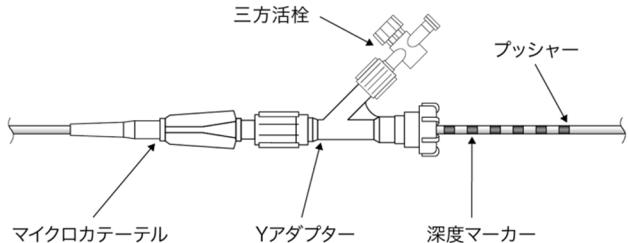

図2. 深度マーカーの到達状態概略図
本品の深度マーカーは、有効長150cmのマイクロカテーテルとの併用を意図して設計されている。深度マーカーは、有効長150cmのマイクロカテーテルに本品を挿入していく際、マイクロカテーテルに接続したYアダプターの手元側に深度マーカーが到達した状態（図2）で、マイクロカテーテルの先端から白金コイル先端が出ない位置を示している。
① 本品を破損させないようにシースをケースからゆっくり引き出す。
② 本品を挿入する前に、シースを透かしてプッシャーと白金コイルが直接触れていないことを確認する。
③ 本品挿入のためにアダプターのリングを緩める。
④ シース先端を破損させないように注意しながらしっかりとマイクロカテーテルのポートに突き当て、白金コイル及びプッシャーを変形させない様に、ゆっくりとプッシャーを押して本品をマイクロカテーテル内に挿入する。[シース先端を破損せり突き当てが不十分な場合は白金コイルがスタッカたりするおそれがある。]
⑤ プッシャーを後端までシース内に押し込んだ所で、シースをマイクロカテーテルのポートから外し、露出したプッシャーを固定しながらプッシャー後端部からシースを取り除く。
⑥ プッシャー近位端に深度マーカーがあることを確認する。
⑦ 図 2 の通り、マイクロカテーテルに接続されたYアダプターの手元側に深度マーカーが到達するまで、プッシャーを注意して進める。
⑧ X線透視下でマイクロカテーテルの先端まで白金コイルを進め、本品の白金コイル後端がマイクロカテーテルの第2マーカー（手元側）を越えたことを確認する。
⑨ EDクリップを本品のプッシャー後端に接続し、赤ランプの点灯ならびにブザーの連続音が鳴ることを確認する。[本品の白金コイル後端がマイクロカテーテルの第2マーカー（手元側）を越える前に接続すると、離脱装置が反応しないことがある。その場合は、一旦 EDクリップを外して、本品の白金コイル後端がマイクロカテーテルの第2マーカー（手元側）を越えたことを確認してから離脱装置のRESETボタンを押す。]